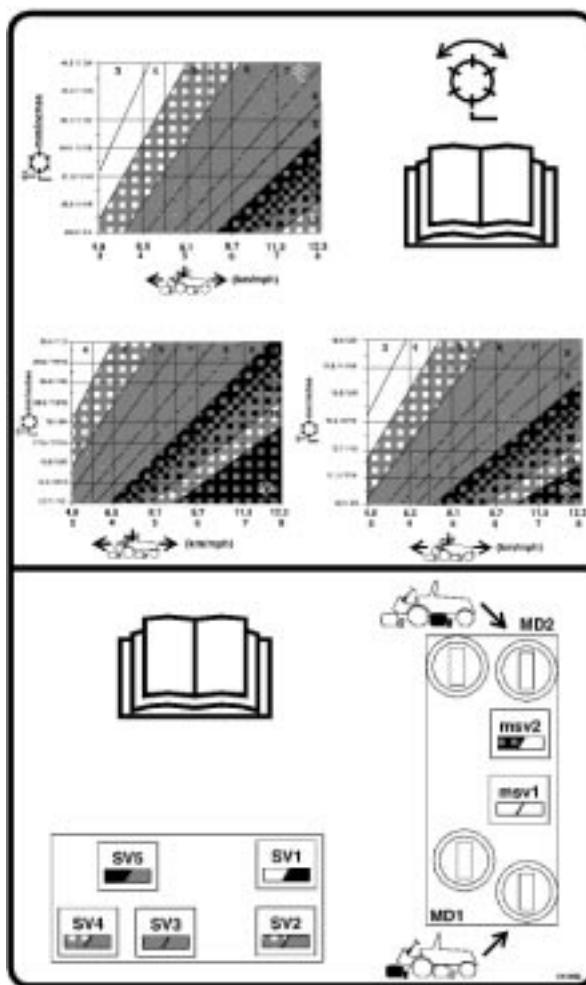

図 15
3. 図15の表から、上の条件に最も合ったリール速度番号を探します。5枚刃用、7枚刃用と11枚刃用のグラフを間違えないように注意してください。